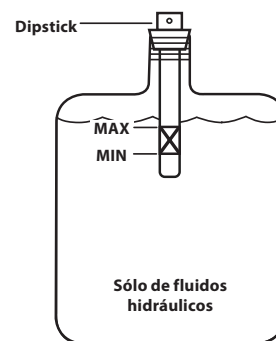

Figura 21
13. Vuelva a llenar el depósito dentro de los límites marcados en la varilla. Vea la Figura 21.